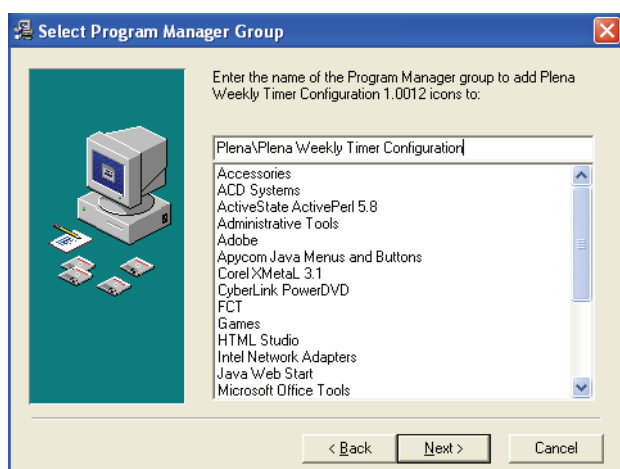

figure 8.3: Sélection du groupe de gestionnaire de programmes
- 3 Choisissez le dossier de destination puis cliquez sur [Next]. Une fenêtre semblable à celle illustrée en figure 8.3 s'affiche.